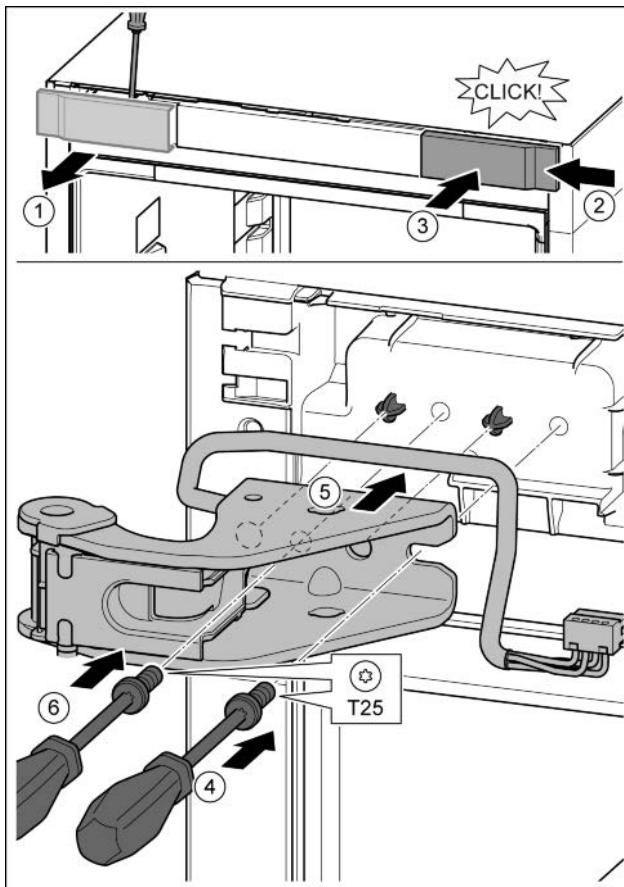

Fig. 26
- Крышку отсоединить с помощью отвертки и убрать в сторону. Fig. 26 (1)
- Навесить крышку, повернув ее на 180°, справа с другой стороны. Fig. 26 (2)
- Крышку зафиксировать. Fig. 26 (3)
- Установить винт отверткой T25. Fig. 26 (4)
- Установить верхний опорный кронштейн. Fig. 26 (5)
- Затянуть винт. Fig. 26 (4)
- Вставить и затянуть винт отверткой T25. Fig. 26 (6)